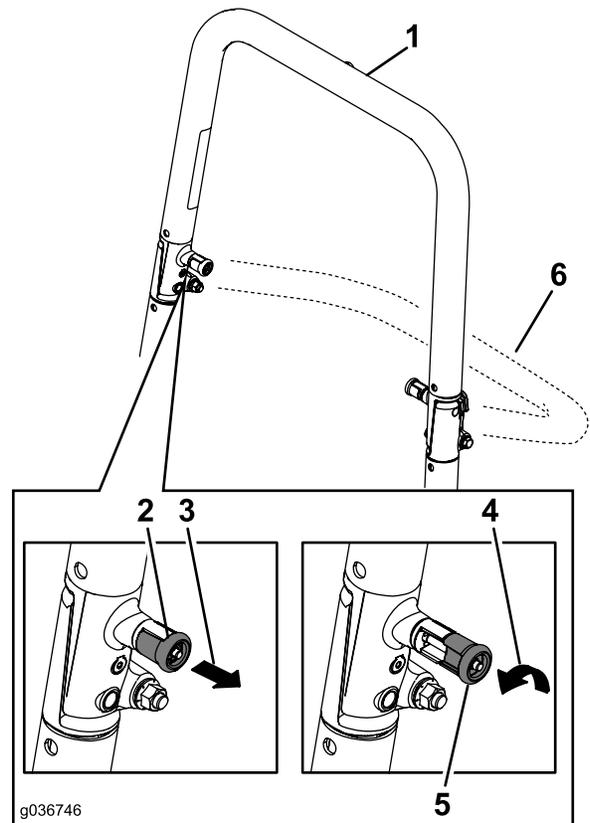

Figura 9
2. Tirate entrambe le manopole e ruotatele di 90 gradi in modo che non siano innestate (Figura 9).
3. Abbassate il roll bar (Figura 9).
1. Sollevate il roll bar nella posizione operativa e ruotate le manopole in modo che si spostino parzialmente nelle scanalature (Figura 9).
2. Sollevate completamente il roll bar premendo contemporaneamente la parte superiore del roll bar in modo che i perni scattino in posizione non appena saranno allineati ai fori (Figura 9).